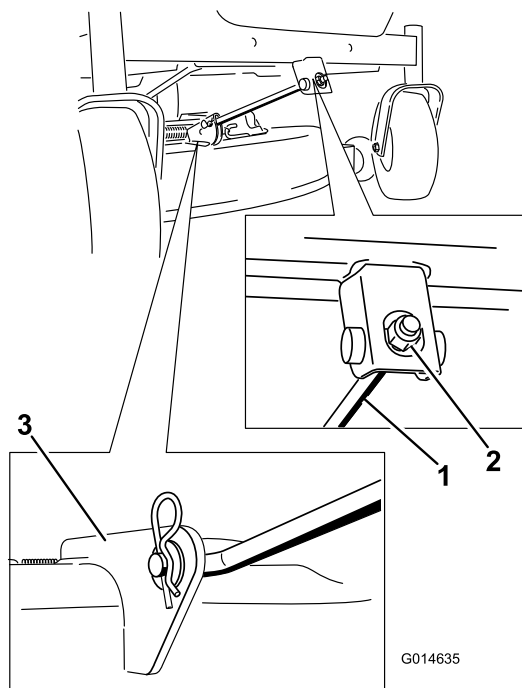

Figura 70
5. Retire la chaveta de la varilla de soporte delantera y retire la varilla del soporte de la carcasa (Figura 70).
8. Conecte la varilla de soporte delantera a la carcasa de corte con el pasador y la chaveta (Figura 70).